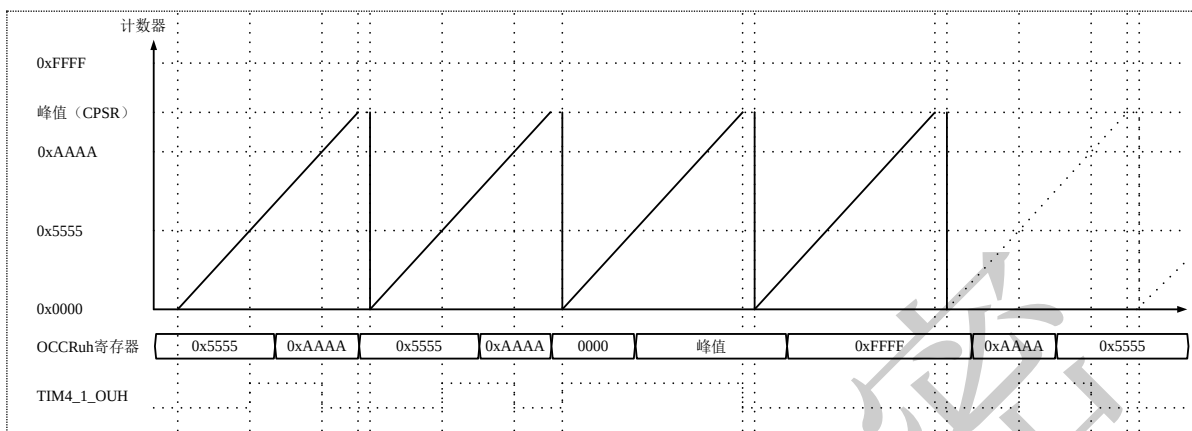

图 20-6 锯齿波模式波形输出例
1) 下图 20-6 是锯齿波计数模式下的比较输出模块的波形输出示例。